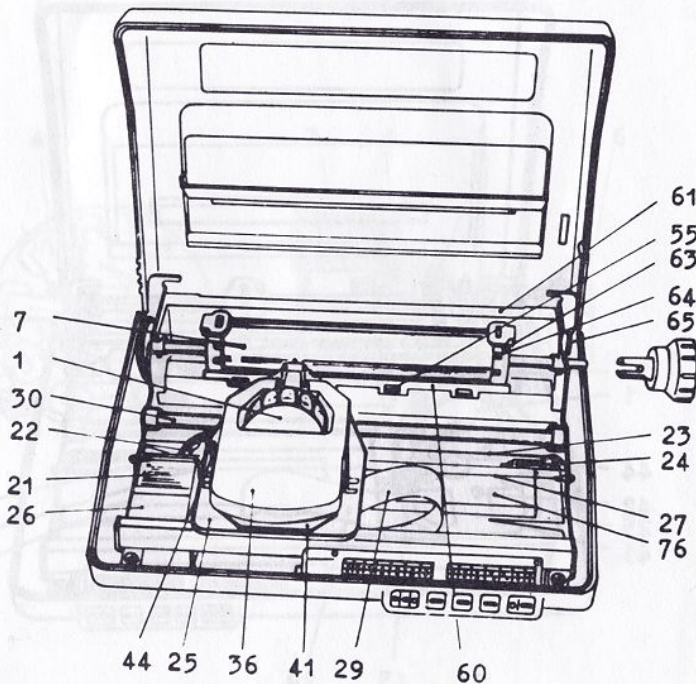

Abbildung 2 Drucker K 6313 mit Friktionswalze und Stachelsystem
Die Steuer- und Leistungselektronik (CCB) ist im vorderen Teil des Verkleidungsunterteils eingelegt und wird mit dem Einsetzen der Druckermechanik arretiert. Der Speichermodul (Abb. 2,76) ist ohne Demontage des Gerätes von oben steckbar. Das Stromversorgungsteil befindet sich als funktionell abgeschlossene Baugruppe im hinteren Teil des Gerätes unterhalb der Papierleitbleche.
1.1.3. Druckwagenantrieb (Abb. 2)
Motor und Getriebe (Abb. 2)
Taktierung (Abb. 2)
Geräte mit Formularvorschub für Journalrollenpapier besitzen eine hartgummibezogene Schreibwalze als Druckgegenlage. Mit Hilfe der Gummirollen des Andrucksystems (Abb. 2,55) wird das Papier transportiert. Der Antrieb erfolgt über einen Permanentmagnet-Schrittmotor mit einem Schrittwinkel von 3,6 Grad und einem nachfolgenden Getriebe mit einem Übersetzungsverhältnis von $i = 9,9$.
- Rollengeräte mit Stachelsystem - (Abb. 2)
Die Rollengeräte des Druckers K 6313 besitzen links und rechts neben der Druckwalze ein Stachelsystem. Dieses läßt die Verarbeitung von randgelochtem Leporellopapier mit einer bedruckbaren Breite von max. 210 mm zu. Die Stachelsysteme arbeiten mit kurvengesteuerten, versenkbaren Transportstiften (Abb.2,64) sind mechanisch mit der Druckwalze gekoppelt und werden über diese vom Journalrollenantrieb bewegt. Um landesspezifische Unterschiede in den Abständen der Randlochungen zueinander auszugleichen, läßt sich das linke Stachelsystem in drei verschiedenen Stellungen einrasten und das rechte Stachelsystem stufenlos dazu verstellen. Somit ist das Verarbeiten von Leporellopapier mit einem Abstand der Randlochungen von 218 mm bis max. 240 mm möglich. Beim Arbeiten mit dem Stachelsystem müssen die Rollen des Andrucksystems durch Vorziehen des Losehebels (Abb.2,65) abgeschwenkt werden.